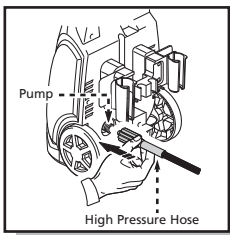

Fig. 4
- Enroscar la manguera de alta presión (a la derecha) en la parte posterior de la unidad en la parte inferior (Fig. 4). El extremo de la manguera debe estar insertado en la salida del agua lo suficiente como para que el collar se puede enroscar en la salida roscas hasta apretado a mano. No utilice pinzas o alicates para apretar. Si tarda menos de seis vueltas no se ha apretado correctamente el adaptador de manguera de alta presión. Es más fácil colocar la hidrolavadora en frente de usted para asegurar que las roscas se inició correctamente. El fracaso para apretar correctamente la manguera de alta presión provocará en la manguera, patina o chasquidos apagado inmediatamente después de encender la unidad. No te preocupes acerca de los daños si se produce esto, vuelva a instalar y tener más cuidado al atornillar el adaptador de manguera de alta presión.